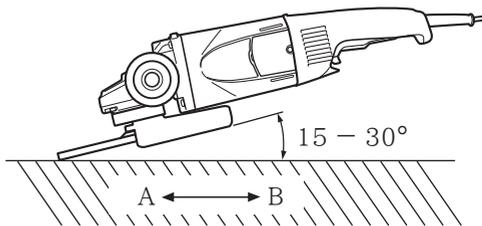

图 1
切勿将砂轮的全表面施加于要研磨的材料上。如图 1 所示，机器应保持 $15^{\circ} - 30^{\circ}$ 使砂轮的外缘以最佳角度与工件相接触。
3. 用新砂轮首次进行研磨时，应将角向磨光机由对面横过工件往操作人员这边拉，以免挖入工件（图 1 的 B 方向）。等砂轮的前缘适当磨损后，就可往任何方向进行研磨。